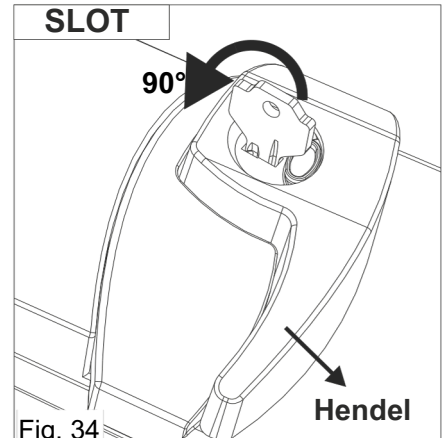

Fig. 34
2. Draai de sleutel ongeveer 90° linksom (Fig. 34)